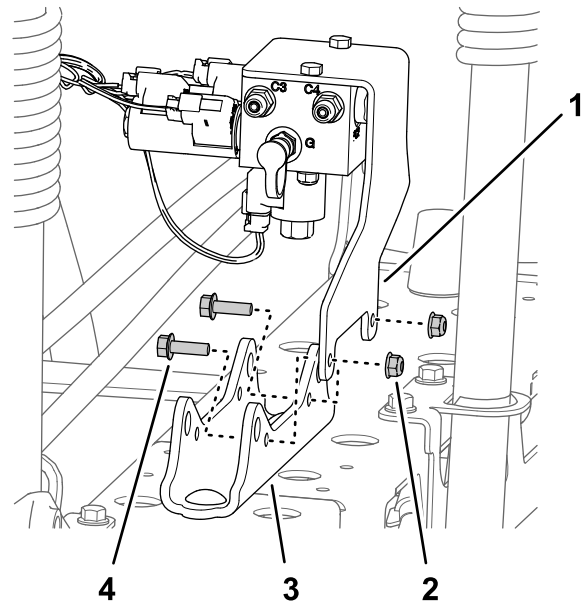

Figura 41
- **Per le macchine senza kit di allineamento delle barre Ultra Sonic Boom opzionale:** rimuovete i 2 dadi di bloccaggio flangiati (5/16") e 2 bulloni a testa flangiata (5/16" x 1") che fissano la staffa di supporto per il collettore di sollevamento delle sezioni al supporto del cilindro e separate il collettore e la staffa dal supporto del cilindro (Figura 41).